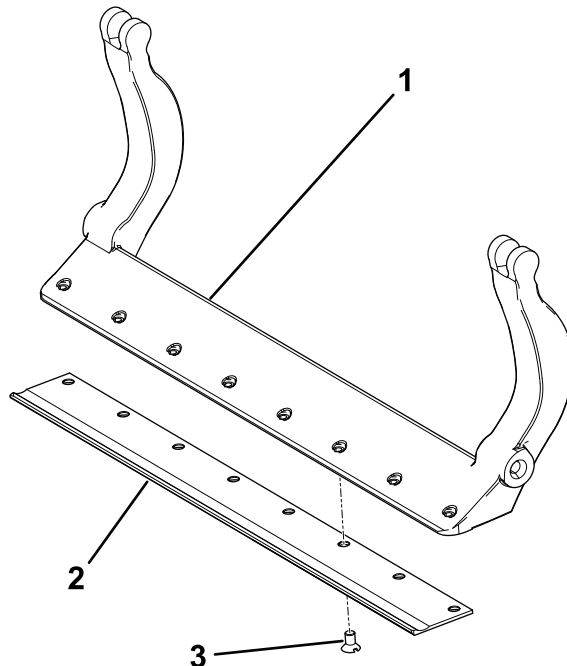

Figura 32
3. Aplique compuesto antiadherente a los tornillos e instale la contracuchilla en la barra de asiento del siguiente modo (Figura 32):